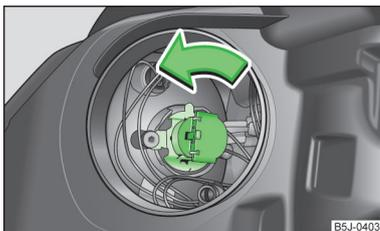

Fig. 164
- Girar el conector con la bombilla » fig. 164 hasta el tope en el sentido de la flecha y extraerlo.